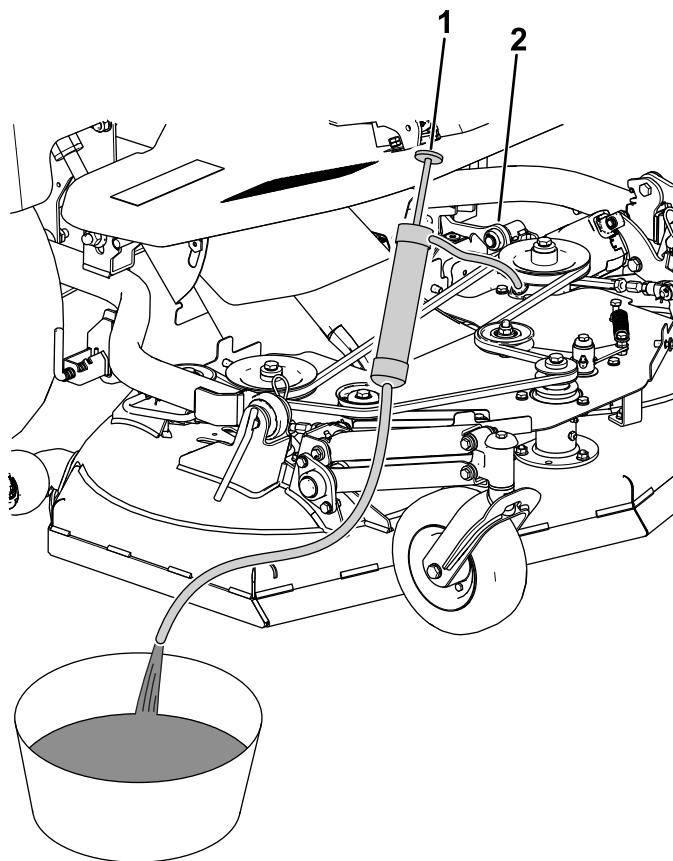

Figura 95
3. Usando un sifone, estraete l'olio dalla scatola ingranaggi (Figura 95).